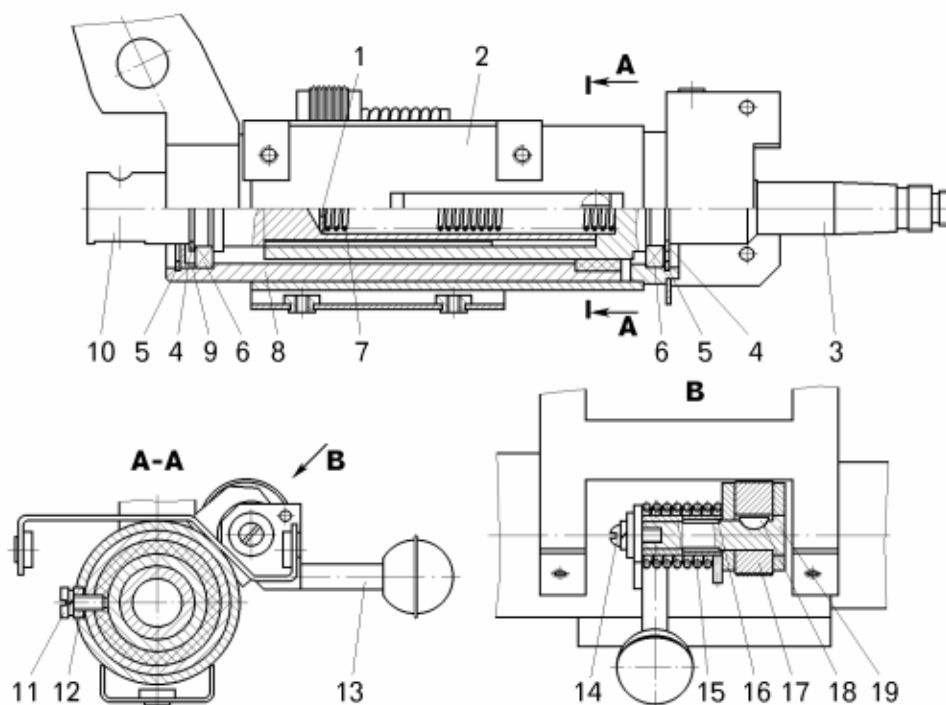

Рисунок 9.3 – Колонка рулевого управления:
- отвернуть винт 11 (рисунок 9.3) и снять его с кольцом 12;